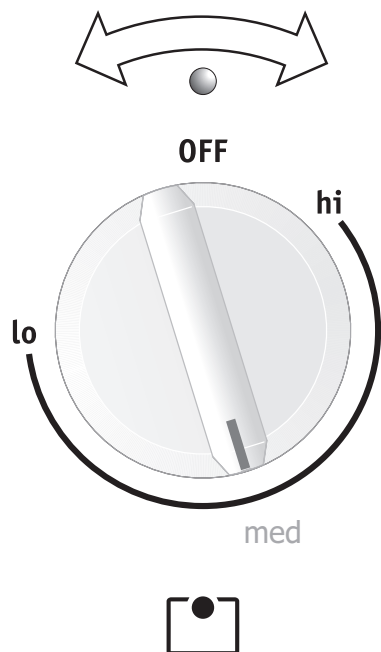

Fig. 1 (avec réglage approximatif illustré pour la température moyenne)
1. Poussez et tournez le bouton vers la gauche ou la droite (fig. 1). Les températures sont approximatives et sont identifiées par **HI (Élevé)** et **LO (Bas)**. Cependant, la commande peut être réglée à n'importe quelle position entre **HI (élevé)** et **LO (Bas)** pour obtenir différents niveaux de chauffage.